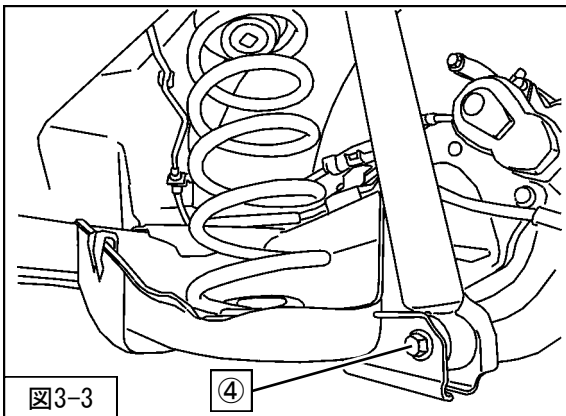

図3-3
4. ④リアショックアブソーバASSYロア取付ボルトを取外してください。(図3-3)